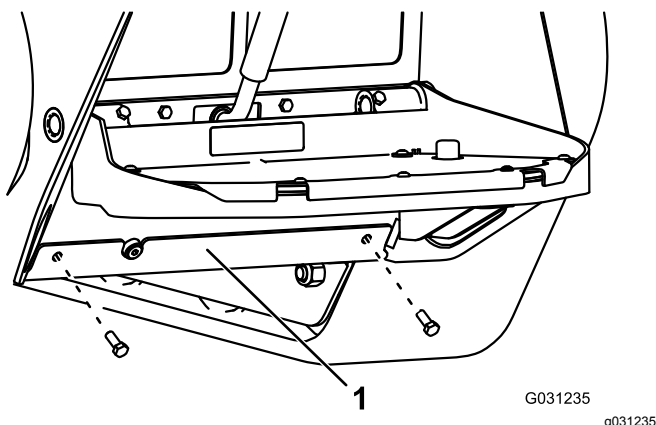

Figure 74
4. Enlevez les 2 boulons de fixation de la plaque inférieure et déposez la plaque (Figure 74).
8. Posez la plaque inférieure (Figure 74).